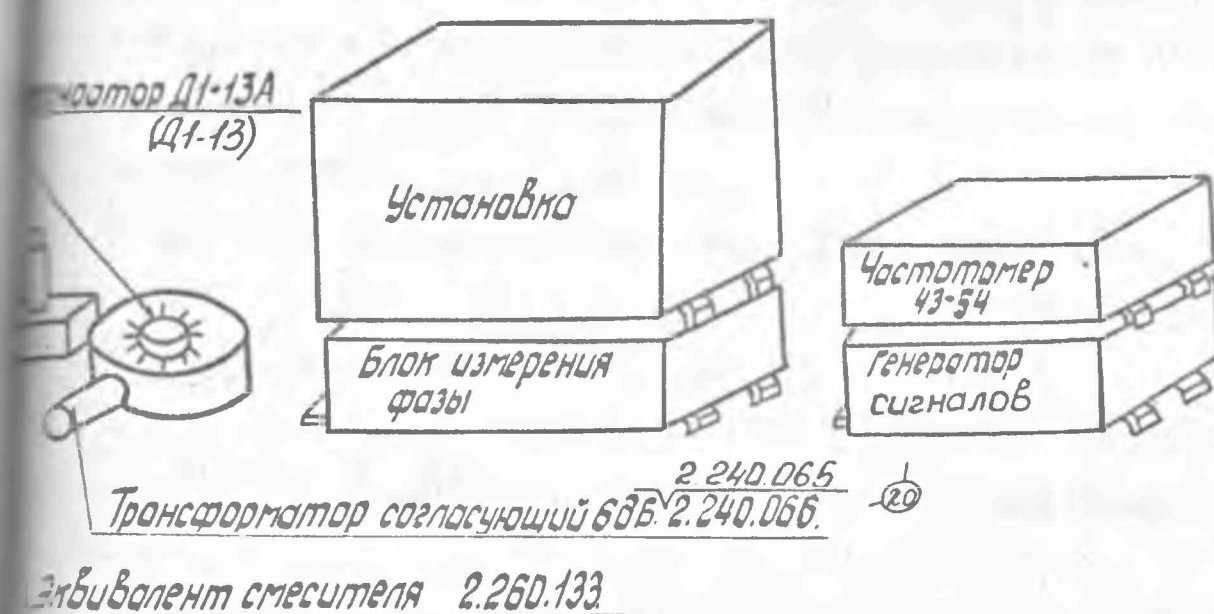

Рис. 82. Схема расположения приборов при определении погрешностей  $\delta O_A$ ,  $\delta P_A$ .
13.3.7. Определение погрешности образцового аттенуатора производится по схеме, приведенной на рис.81. Расположение приборов должно быть таким, как указано на рис.82.